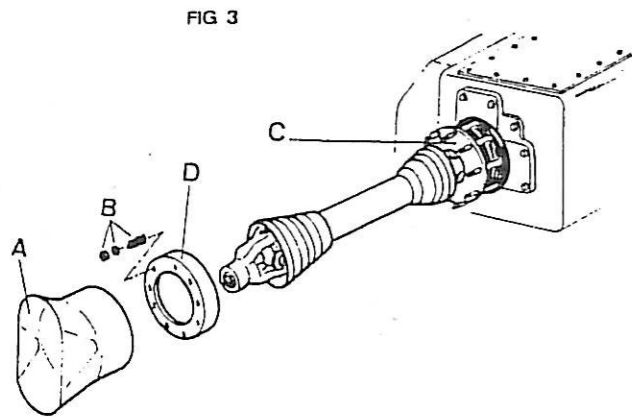

FIG 3
– Ôter le protecteur (A), ainsi que les écrous, les rondelles et les ressorts (B) et le protecteur (D) (Fig.3).
– Engager le plateau de cardan (C) le protecteur (D) et remettre en place les ressorts, rondelles, écrous. Serrer complètement les écrous pour permettre la mise en place des composants du limiteur. Desserrer ensuite ces écrous pour effectuer le réglage de ce limiteur, en fonction de la puissance tracteur utilisée (voir paragraphe réglage p. 21/22)
– Remettre le protecteur (A)
– Fit the clutch plate (C) and the guard (D) on the 9 exposed bolts and secure with the 9 springs, washers and nuts (See Fig. 3). Tighten the 9 nuts fully to ensure correct seating of the clutch components. Then slacken nuts and lock-nuts until the springs can easily turn by hand, then adjust the clutch following instructions on p. 21.
– Refit the guard (A)